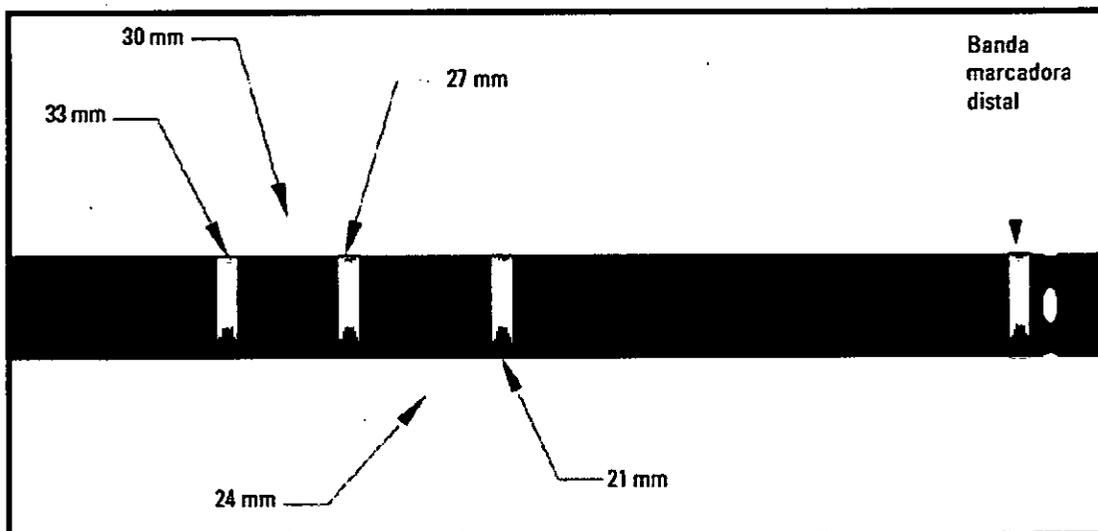

Figura 4. Bandas marcadoras de la vaina de acceso WATCHMAN
C. Haga avanzar con cuidado el catéter en espiral a través de la vaina de acceso hacia la OAI distal bajo fluoroscopia (Figura 3). Haga avanzar con cuidado la vaina de acceso sobre el catéter en espiral hasta que la banda marcadora de la vaina de acceso correspondiente al tamaño del dispositivo (consulte la Figura 4) esté en el orificio de la OAI o se encuentre en posición distal con respecto al mismo. Retire lentamente el catéter en espiral.